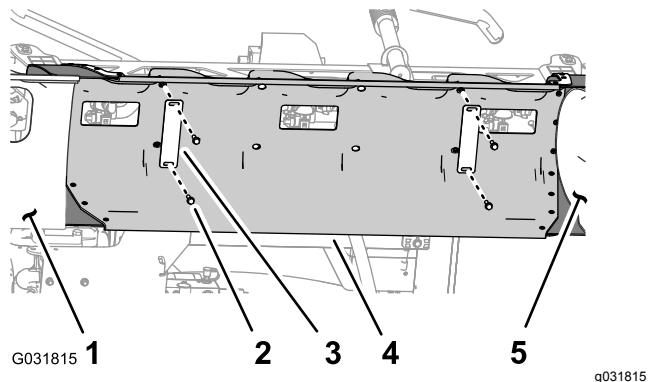

Figura 25
1. Mentre sostenete la copertura della sezione centrale (a 11 ugelli), rimuovete i 4 bulloni a testa flangiata (5/16" x 1 1/4") e le 2 cinghie della copertura che fissano la copertura alla staffa di supporto della copertura stessa (Figura 25).